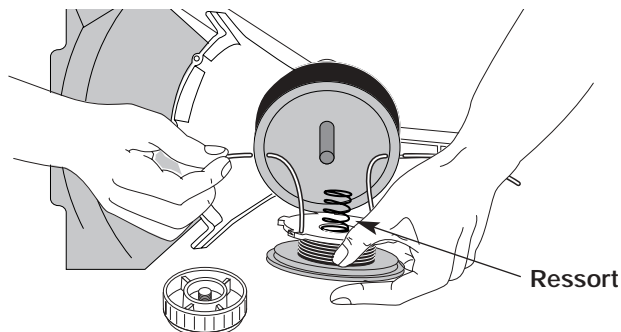

Fig. 40
- Insérez les extrémités du fil dans les œillets de la bobine extérieure et placez le moulinet et le ressort dans la bobine (Fig. 40). Enfoncez le moulinet et la bobine ensemble. Tout en tenant le moulinet et la bobine, saisissez les extrémités et tirez fermement pour dégager le fil des fentes de retenue de la bobine.
5. Insérez les extrémités du fil dans les œillets de la bobine extérieure (Fig. 40).